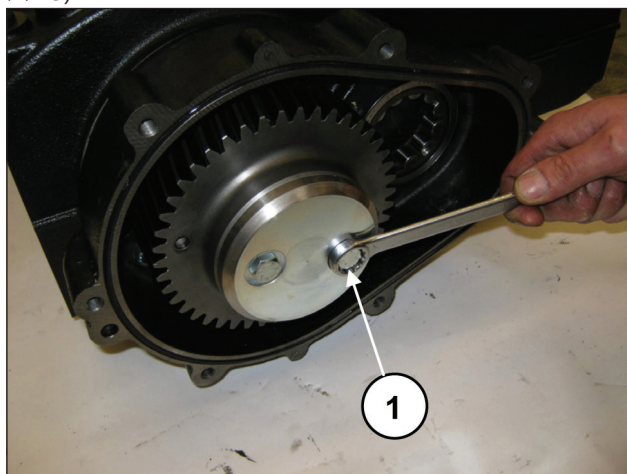
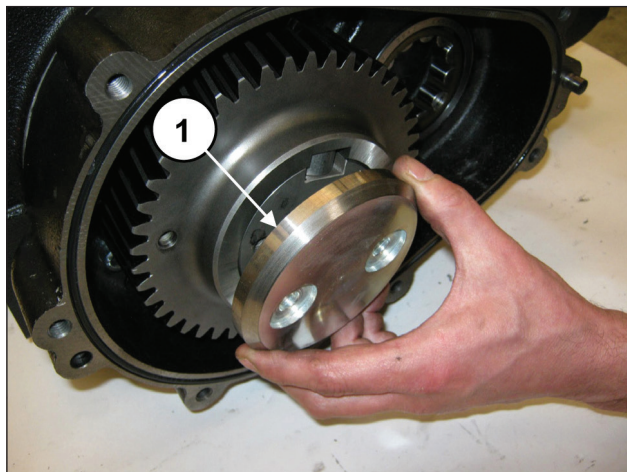

图 12
图 13
拧松固定冠齿轮止动件 (①, 图 12) 的螺栓并将之拆除 (①·图 13)。